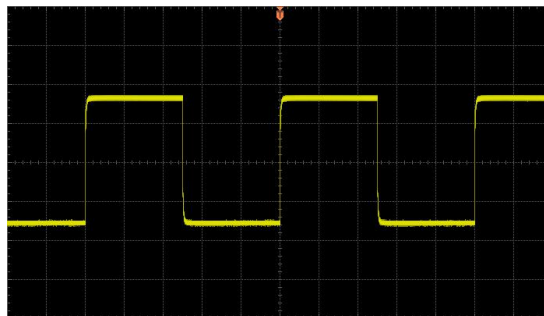

Bild 1-7 Rechteckspannung
5. Beobachten Sie die Signalform auf dem Bildschirm. Unter normalen Bedingungen wird jetzt ein einwandfreies Rechtecksignal wie im Bild 1-7 angezeigt.
6. In gleicher Weise verfahren sie, um die anderen Kanäle zu testen. Entspricht das Rechtecksignal nicht der im Bild 1-7 dargestellten Signalform, führen sie die im nächsten Abschnitt beschriebene "**Tastkopfkompen-sation**" durch.